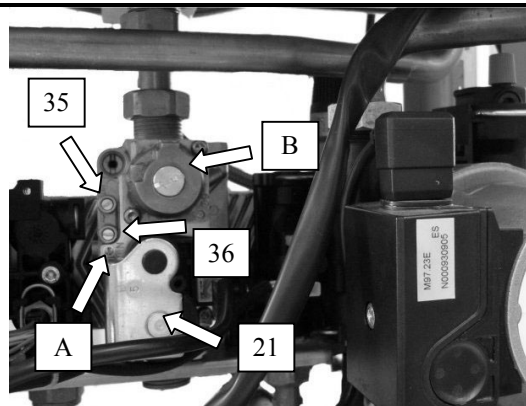

Fig. 6.7
2 Open the gas valve inlet pressure test point (36 in Fig. 6.7) at the valve input, connect a suitable pressure gauge, check the gas pressure of the supply network and compare the value on the gauge with the value indicated in the sections 4.4(gas supply pressures).
2 Откройте клапан для проверки давления газа (36 на рис. 6.7), подключите соответствующий измерительный прибор, измерьте давление газа в сети и сравните его показания со значением, указанным в разделе 4.4(давление газа в сети).
- 4 Loosen the internal screw 35(Fig. 6.7) on the Outlet Pressure Test Point of the Gas Valve and connect a pressure gauge using a suitable hose.
- 4 Ослабьте внутренние болты 35 (рис.6.7) на выходной контрольной точке газового клапана и подсоедините датчик давления, используя подходящий шланг.
- 11 Compare the value on the gauge with the values on the following table (Tab. 6.1). To adjust the minimum pressure rotate the minimum adjustment A (Fig. 6.7)
- 11 Сравнить показания манометра со значениями в таблице (Таблица 6.1). Для регулировки минимального значения давления повернуть регулятор настройки до минимального значения А (рис.6.7)
- 15 Remove cap screw B from maximum pressure regulator. (fig. 6.7)
- 16 Compare the value on the gauge with the values on the following table (tab. 6.2). To adjust the maximum pressure rotate the maximum adjustment screw B (fig. 6.7).
16 Снять винт с головкой В с регулятора максимального давления (Рис.6.7).
17 Сравнить значение манометра со значениями следующей таблицы (Таблица 6.2). Для регулировки максимального давления повернуть винт максимальной регулировки В (Рис.6.7).